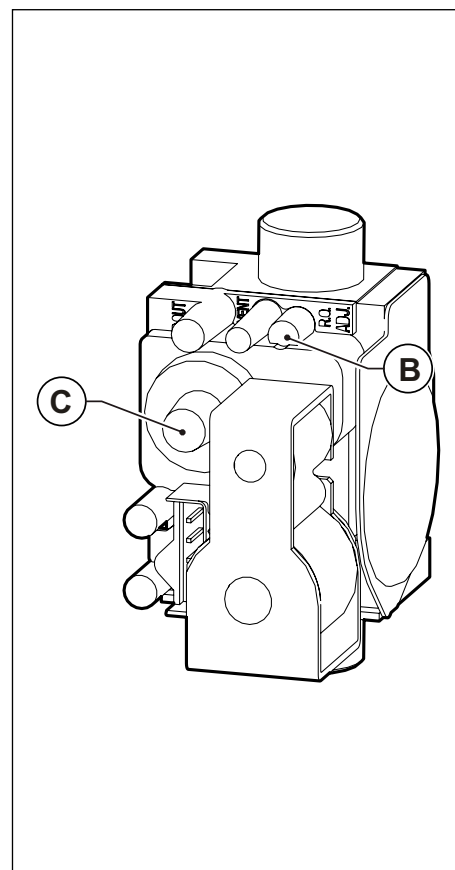

Fig. 39 Reglare valoare dioxid de carbon
- Reglați valoarea dioxidului de carbon (CO₂) din gazele arse, rotind regulatorul de raport **B** (vezi Fig. 39 Reglare valoare dioxid de carbon) și asigurați-vă că reintră în limitele din Tab. 22 Valori ale CO₂ în gazele arse. Lăsați centrala în modul curățare și treceți la pasul următor de reglare la puterea minimă.
- Reglați valoarea dioxidului de carbon (CO₂) din gazele arse, rotind regulatorul **C** (vezi Fig. 39 Reglare valoare dioxid de carbon) și asigurați-vă că reintră în limitele din Tab. 22 Valori ale CO₂ în gazele arse.